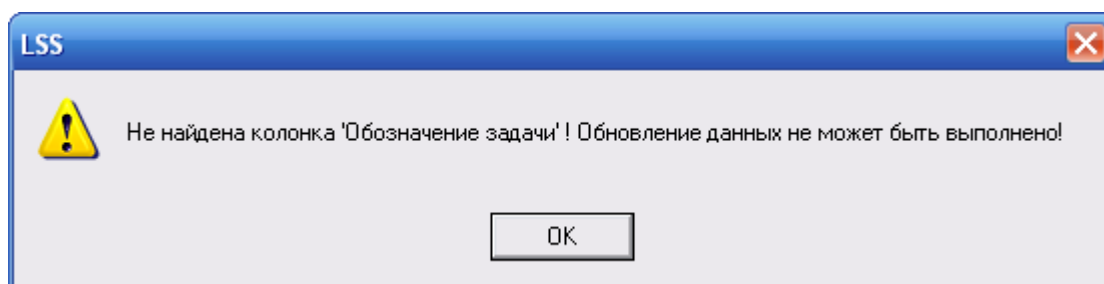

Рис. 2-73
5. Если обменный файл не содержит строку заголовков столбцов или если заголовки столбцов в выбранном файле отличаются от приведенных в этом руководстве, появится соответствующее сообщение. Импорт данных выполняться не будет. Например, на рис. 2-73 приведено информационное сообщение, появляющееся в случае отсутствия столбца «Обозначение задачи».